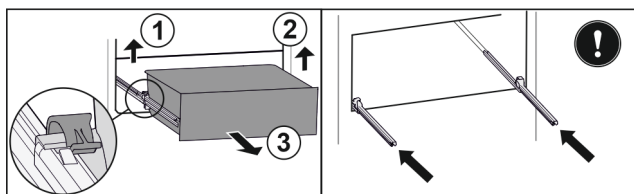

Fig. 108
- ▶ Soulever la bride gauche et tirer dans le même temps la partie gauche du tiroir vers l'avant. Fig. 108 (1)
- ▶ Soulever la bride droite et tirer dans le même temps la partie droite du tiroir vers l'avant. Fig. 108 (2)
- ▶ Retirer le tiroir par l'avant. Fig. 108 (3)